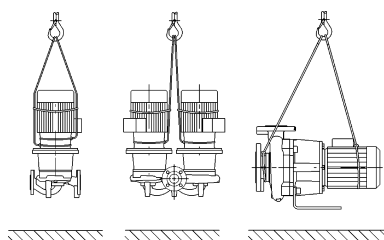

Fig. 7: Transport der Pumpe
- Die Transportösen am Motor dienen dabei nur zur Führung bei Lastaufnahme (Fig. 7).